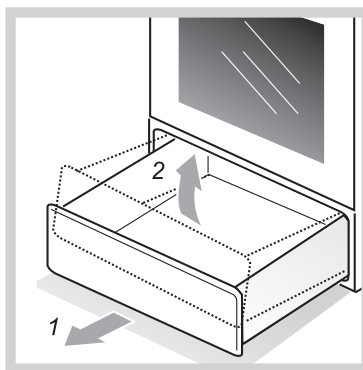

Рис.11
- Как достать ящик, показано на рис.11